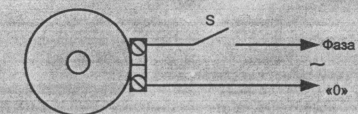

Рисунок 5
- закрепите кабель с монтажной схемой (см. Рис.5)